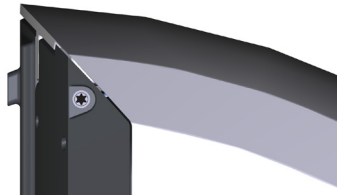

Abbildung 2: Position der Torx T25-Schrauben zum Lösen, Einstellen und Befestigen des Gehäuses
3. Lösen Sie mit einem Torx m5 (T25) -Schraubenzieher die beiden Schrauben an der Seite der Rückseite des Gehäuses (siehe Abbildung 2).